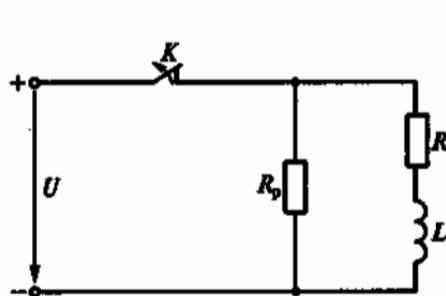

Рис. 147
4.14. Какое из приведенных выражений неверное для схемы на рис. 147, если катушка R , L , шунтированная разрядным со- противлением R_p , отключается от источника напряжения U ?
4.15. Какую из указанных величин ограничивает разрядное сопротивление R_p в цепи на рис. 147?